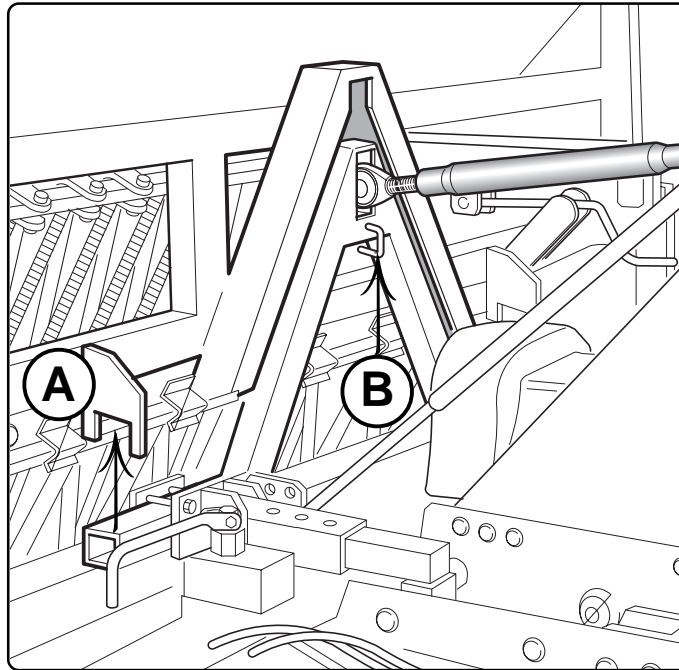

Fig. 10
- 1) Avvicinarsi con il trattore alla seminatrice, agendo sul sollevatore portare il triangolo di aggancio rapido sulla verticale del triangolo di accoppiamento della seminatrice (Fig. 10).
- 1) *Bring the tractor to the seeder; using the lift, move the quick connect triangle until it is vertically above the coupling triangle of the seeder (Fig. 10).*
- 1) Den Traktor der Sämaschine nähern. Durch Betätigung des Hubwerks das Anschlußdreieck auf die vertikale Linie des Kopplungsdreiecks der Sämaschine setzen (Abb. 10).
- 1) *Approcher le tracteur du semoir, en agissant sur le dispositif de soulèvement, porter le triangle d'accrochage rapide à la verticale du triangle d'accouplement du semoir (Fig. 10).*
- 1) Acérquese con el tractor a la sembradora, mediante el elevador, lleve el triángulo de acoplamiento rápido sobre la vertical del triángulo de acoplamiento de la sembradora (fig. 10).
3) Sollevare l'attrezzatura finché le due parti sono perfettamente accoppiate sui punti inferiori (A Fig. 10) e lungo le guide del triangolo con l'inserimento automatico del perno a molla (B Fig. 10).
3) Lift the equipment until the two parts are perfectly coupled on the lower points (A, Fig. 10) and along the triangle guides with the automatic insertion of the spring dowel (B, Fig. 10). Slip out the parking feet.
3) Soulever la machine jusqu'à ce que les deux parties soient parfaitement assemblées aux points inférieurs (A Fig. 10) et le long des glissières du triangle avec l'assemblage automatique du goujon à ressort (B Fig. 10). Enlever les pieds d'arrêt.
3) Levante el equipo hasta que las dos partes queden perfectamente acopladas en los puntos inferiores (A fig. 10) y a lo largo de las guías del triángulo, con la introducción automática del perno de muelle (B fig. 10). Extraiga los pies de estacionamiento.